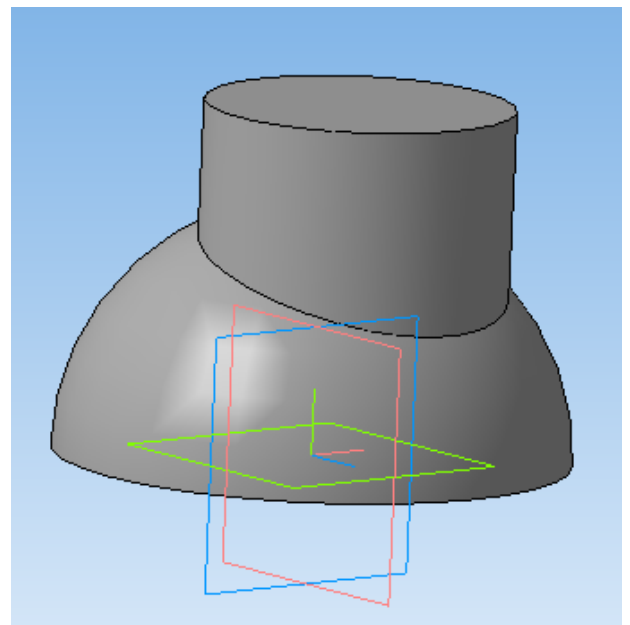

Рис. 3.5.4
4. Для другого перетину геометричних тіл (рис. 3.5.4) створити інший документ «Деталь» і повторити побудови.